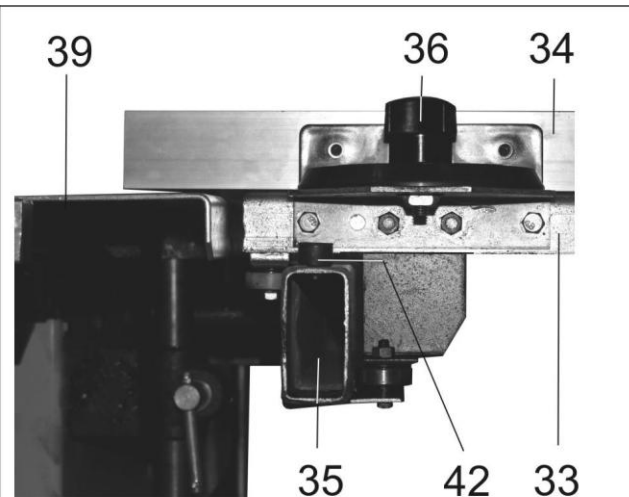

Рис. 5
8.3.1. Как показано Рис. 5, с направляющей рейки (35) демонтируйте ограничитель (42), установите пильный суппорт (33) и установите ограничитель (42) на прежнее место.